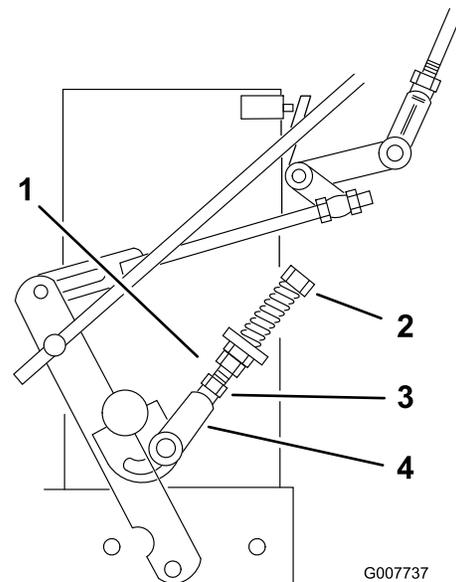

Figura 31
9. Si la rueda gira mientras sujeta la palanca de avance en punto muerto, los acoplamientos del control de punto muerto deben ser ajustados (Figura 31). Si la rueda se detiene, vaya al paso 12.
10. Afloje la tuerca de la horquilla del acoplamiento del control de punto muerto (Figura 31).
11. Ajuste el acoplamiento del control de punto muerto hasta que la rueda motriz correspondiente deje de girar con la palanca sujeta contra el muelle de punto muerto (posición de punto muerto) (Figura 31).
12. Gire el perno de ajuste 1/4 de vuelta aproximadamente en el sentido de las agujas del reloj si la rueda gira hacia atrás, o 1/4 de vuelta aproximadamente en el sentido contrario a las agujas del reloj si la rueda gira hacia adelante (Figura 31).